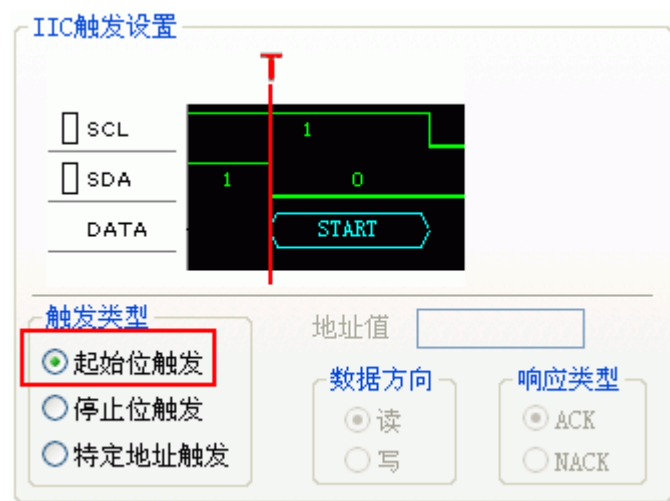

图 10.31 设置 UART 开始位触发
1. **设置UART开始位触发，当遇到UART的开始位触发。**在进行UART解码设置时，由于只选择了对TXD信号分析解码，所以在“触发信号输入”只有TXD一项有效。设置如图 10.31所示。